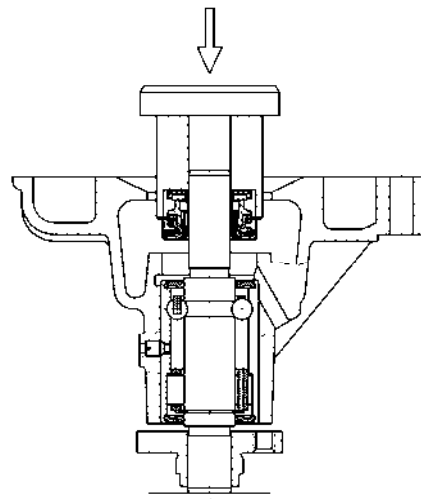
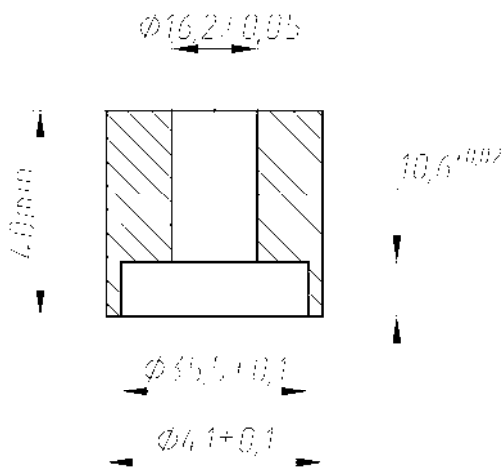

Abb. 94. Einpressen der Dichtung Wasserpumpe
Abb. 95. Einsteckdorn Dichtungen
- Die Dichtung mit einem Dorn auf die Lagerwelle und in die die Pumpe ohne Schräglauflauf lassen (Abb. 94). Verwenden Sie zum Einpressen der Dichtung einen Dorn (Abb. 95), der die erforderliche Kompression der Dichtungsfeder gewährleistet;